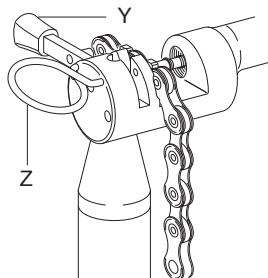

Abb.10
- Das betreffende Kettenglied mit der Sperrvorrichtung (Z - Abb. 10) blockieren.
- Überprüfen Sie, dass die Stelllasche des Werkzeugs **UT-CN400** nach außen gerichtet ist (Y - Abb. 10).